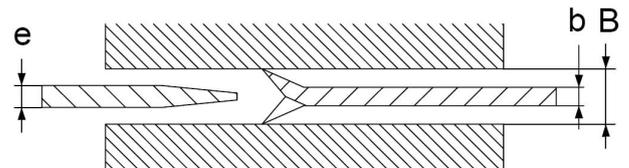

Abb.21
1. Spaltkeile müssen aus Stahl mit einer Zugfestigkeit von 580 N/mm² oder einem vergleichbaren Material hergestellt werden. Sie sollen flache Seiten haben (innerhalb von 0,1 mm pro 100 mm) und eine Dicke haben, die geringer ist als die Breite eines Schnitts (Schnittfuge) und mindestens 0,2 mm größer als die Platte des Sägeblatts ist. Wie in **Abb.21** gezeigt.